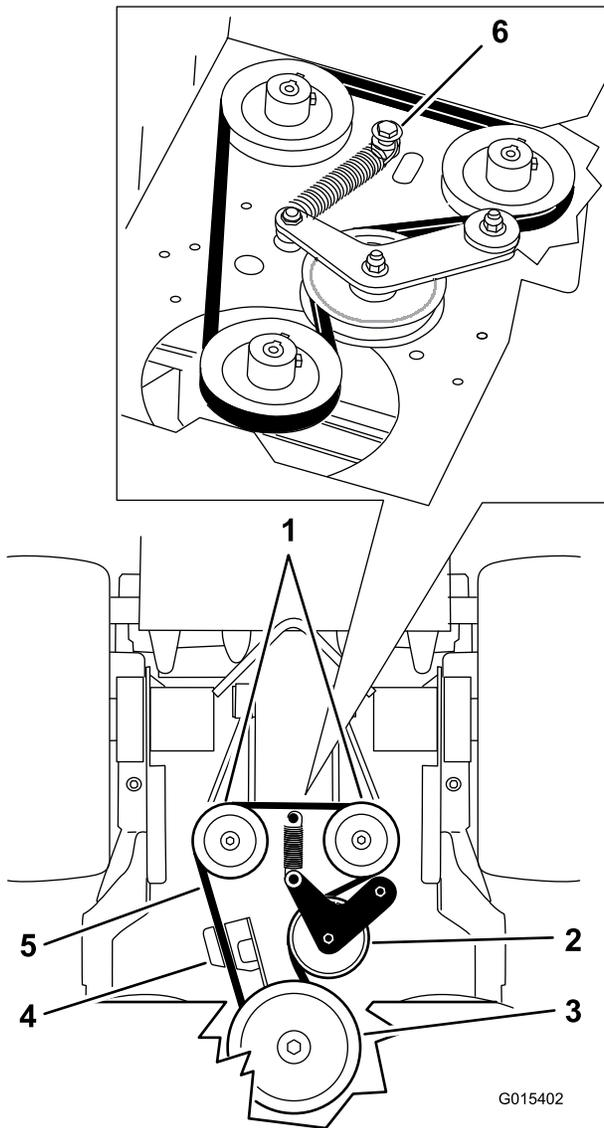

図 68
5. スプリングに接続されているショルダボルト、ナット、ワッシャをエンジンデッキから外す (図 68)。
6. ポンプ駆動ベルトを取り外す（図 68）。
8. スプリングをショルダボルトとワッシヤに取り付け、ナットでエンジンデッキに接続する（図 68）。